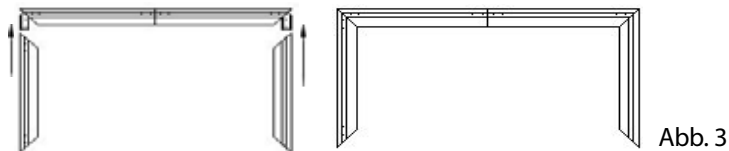

Abb. 3
5. Schieben Sie die vertikalen Rahmenteile (B) auf die Ecken (Abb. 3)